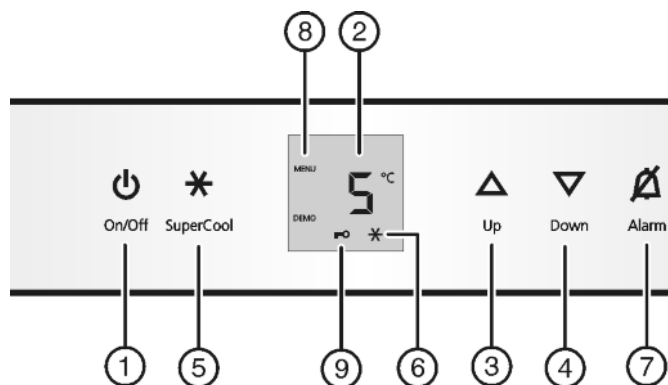

Fig. 2
- ▶ Taste On/Off *Fig. 2 (1)* drücken.
- ▶ Einstellmodus aktivieren: Taste SuperCool *Fig. 2 (5)* ca. 5 s drücken.
- ▶ Die Taste SuperCool *Fig. 2 (5)* kurz drücken, um zu bestätigen.
- ▶ Zum Einschalten der Kindersicherung Taste SuperCool *Fig. 2 (5)* kurz drücken.
- ▷ Das Symbol Kindersicherung *Fig. 2 (9)* leuchtet. In der Anzeige blinkt **c**.
- ▶ Zum Ausschalten der Kindersicherung Taste SuperCool *Fig. 2 (5)* kurz drücken.
- ▷ Das Symbol Kindersicherung *Fig. 2 (9)* erlischt. In der Anzeige blinkt **c**.
- ▶ Einstellmodus deaktivieren: Taste On/Off *Fig. 2 (1)* drücken.
- ▶ Taste Alarm *Fig. 2 (7)* drücken.
- ▶ Temperatur wärmer einstellen: Einstelltaste Up *Fig. 2 (3)* drücken.
- ▶ Temperatur kälter einstellen: Einstelltaste Down *Fig. 2 (4)* drücken.
- ▶ Taste SuperCool *Fig. 2 (5)* kurz drücken.
- ▷ Das Symbol SuperCool *Fig. 2 (6)* leuchtet in der Anzeige.
- ▷ Das Symbol SuperCool *Fig. 2 (6)* erlischt in der Anzeige.